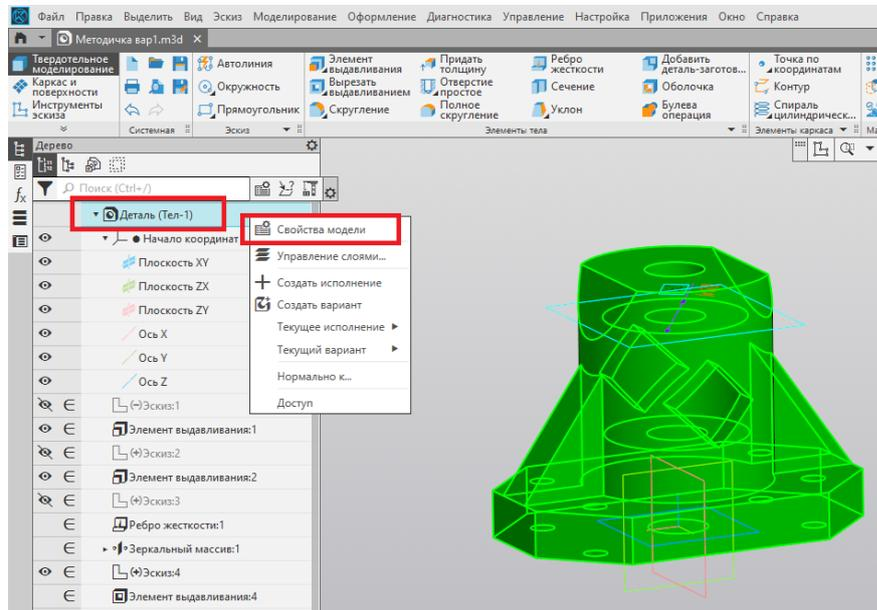

Рис. 46
1. Для задания материала нажимаем правой кнопкой мыши в дереве построений на позицию «Деталь» и заходим в свойства модели (рис. 46).